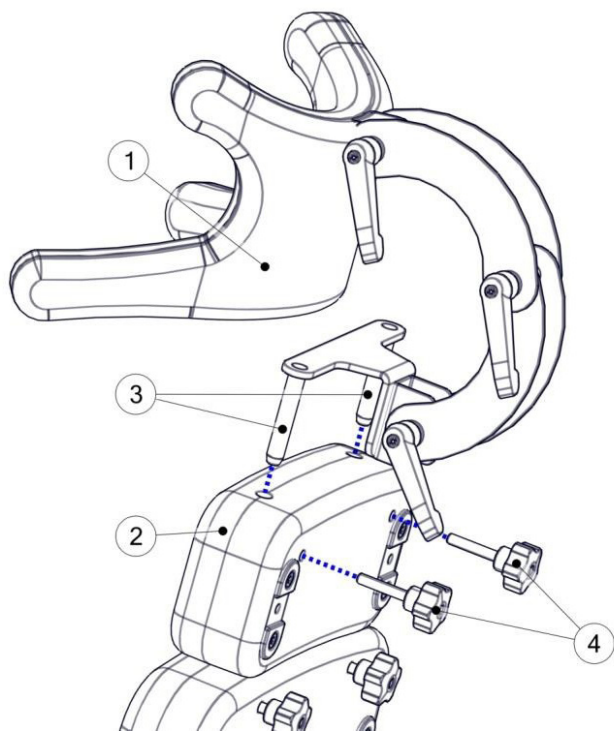

рис. 20
Чтобы установить подголовник (1), установите рельсы (3) в отверстия на дополнительном упоре для туловища (2), убедитесь, что основание подголовника касается дополнительного упора. Затем зафиксируйте положение, затянув рукоятки (4). Рис. 20.